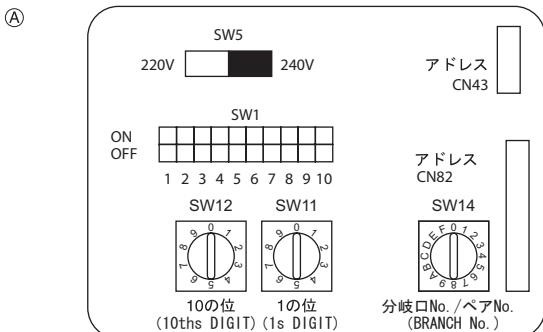

Fig. 5-5
① Ελεγκτής εξ αποστάσεως MA
- ② Ελεγκτής εξ αποστάσεως M-NET
- ③ Ασύρματο τηλεχειριστήριο (Κατά την εγκατάσταση του ασύρματου δέκτη σήματος)
5.5. Ρύθμιση διευθύνσεων (Fig. 5-5)